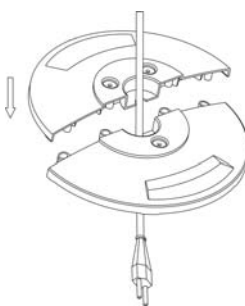

Рисунок 2
2. Скрепите заднюю (F) и переднюю (G) детали подставки (рисунок 2).